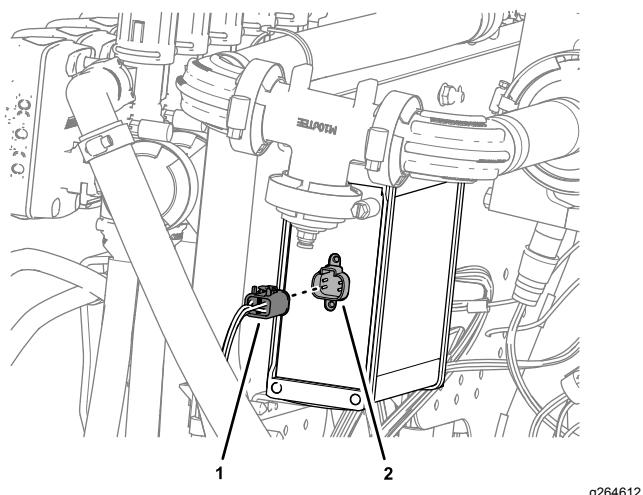

Figure 135
- Branchez le connecteur à 4 douilles étiqueté TO ASC 10 au connecteur à 4 broches du contrôleur ASC 10 (Figure 135).